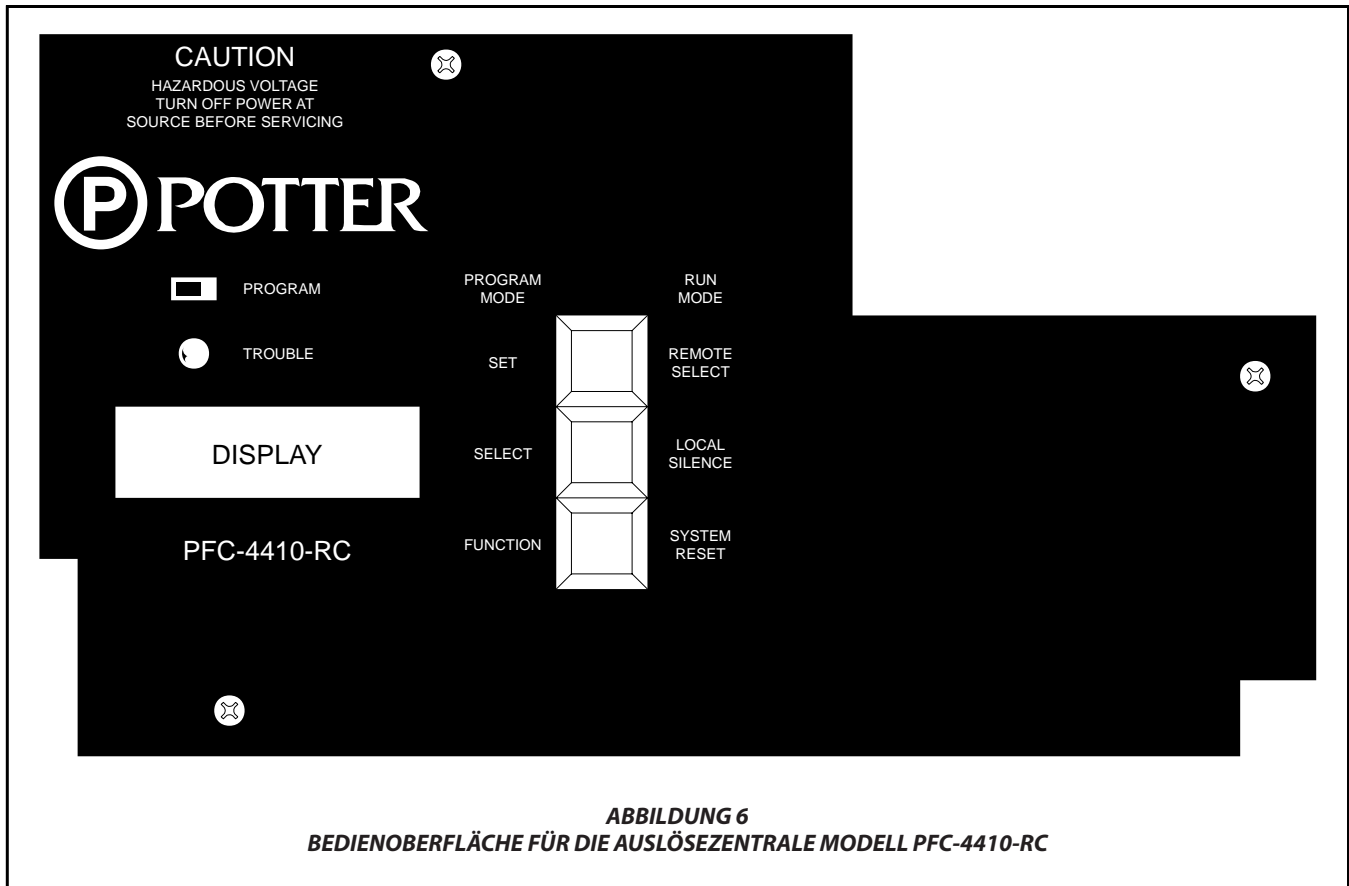

ABBILDUNG 6
Schritt 1. Falls gewünscht und bis die Anlage in Betrieb genommen werden muss, kann der interne akustische Alarm stumm geschaltet werden, indem kurz auf den Knopf „Local Silence“ (lokale Stummschaltung) gedrückt wird (Abbildung 6).
Schritt 6. Wenn die Anlage den vorgesehenen Druck erreicht und der Druck stabilisiert ist, bringen Sie den „Program Switch“ (Programmschalter - Abbildung 6) wieder zurück in die linke Position.
Folgen Sie den Anweisungen zum Rücksetzungsverfahren der Anlage im technischen Datenblatt TFP1465. Wenn Schritt 10 eine Rücksetzung des Meldesystems verlangt, drücken Sie kurz die Taste „System Reset“ (Systemrückstellung - Abbildung 6) und fahren Sie unter der Voraussetzung, dass die Meldergruppe 1 Alarm und die Meldergruppe 2 Alarm Druckluftschwund gelöscht sind, mit den verbleibenden Anweisungen in TFP1465 fort.